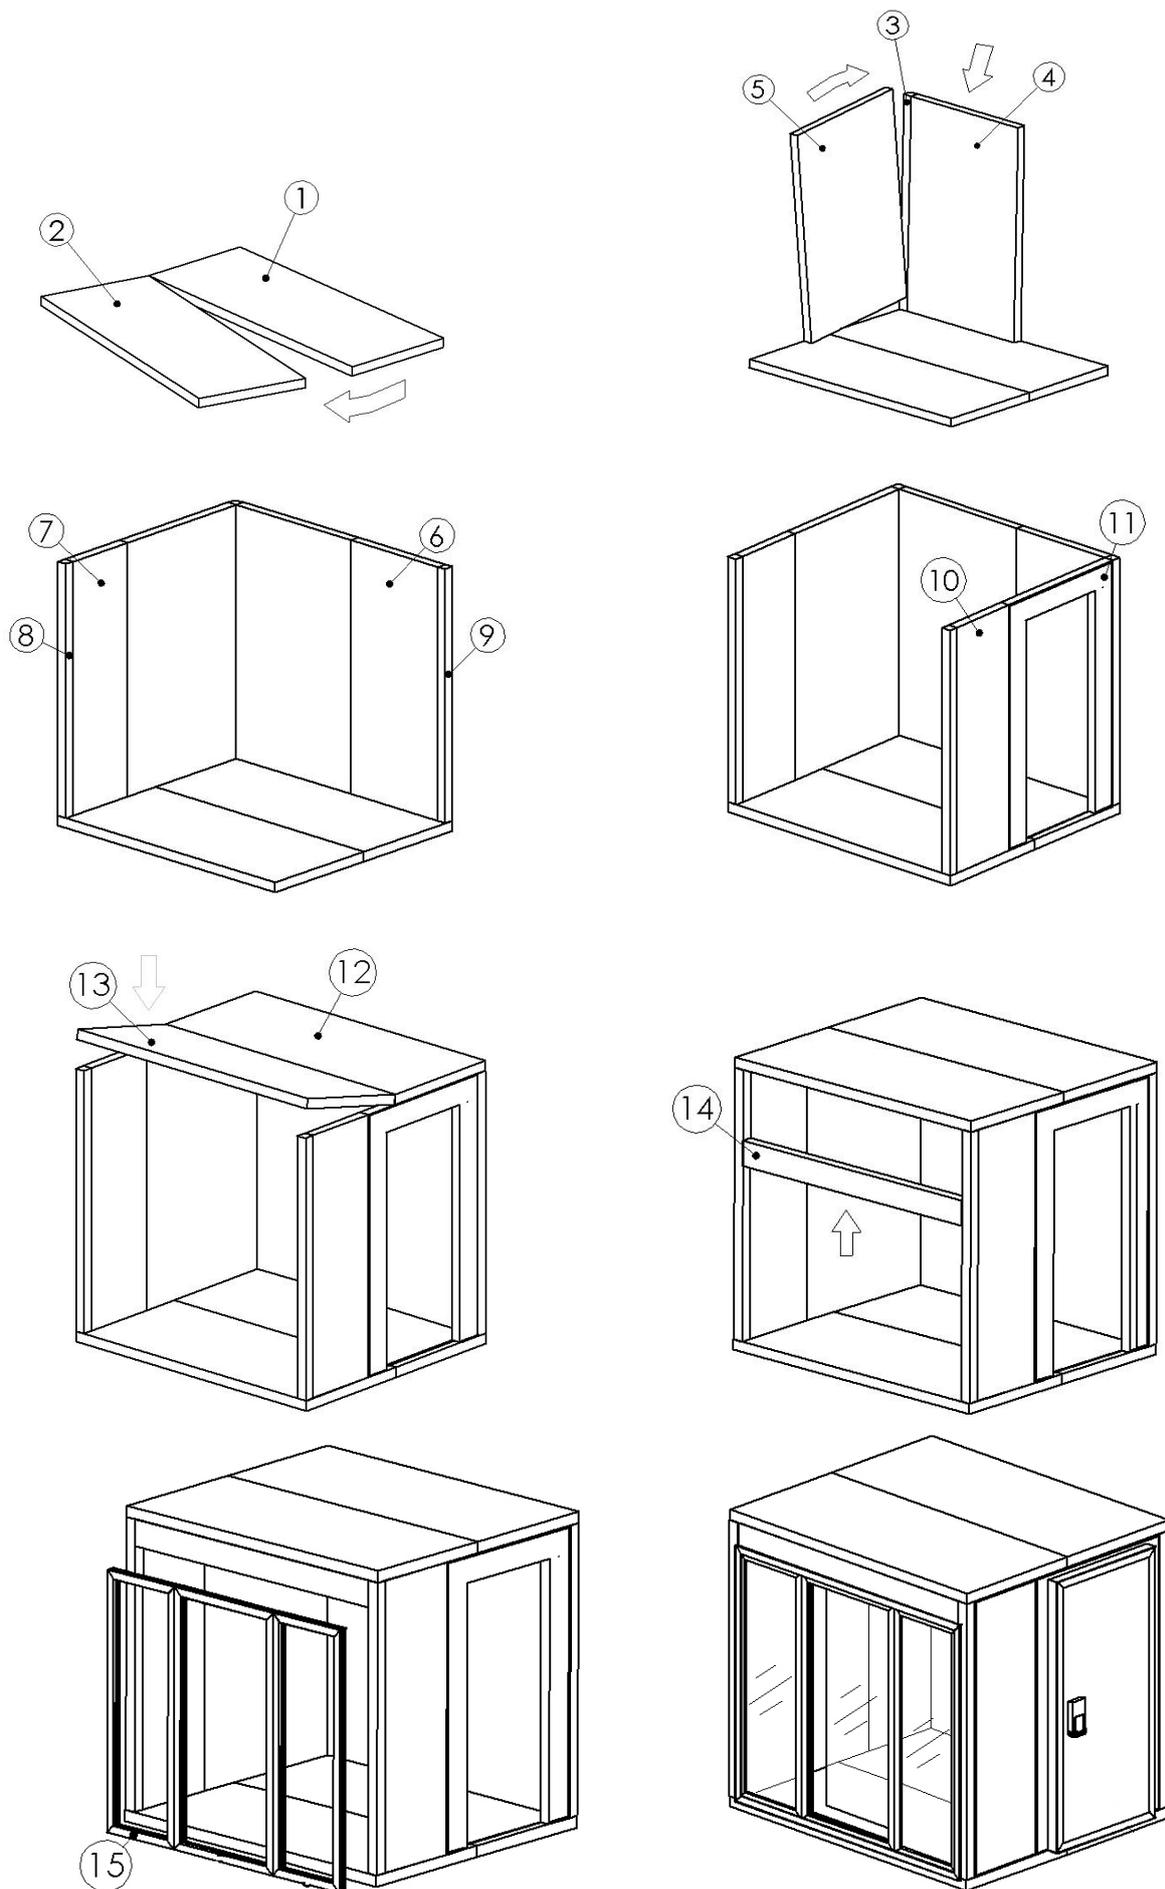

Рис.2. Порядок сборки камеры со стеклянным фронтом и распашной дверью.
3.5. СБОРКА КАМЕРЫ СО СТЕКЛЯННЫМ ФРОНТОМ (см. рис.2.)